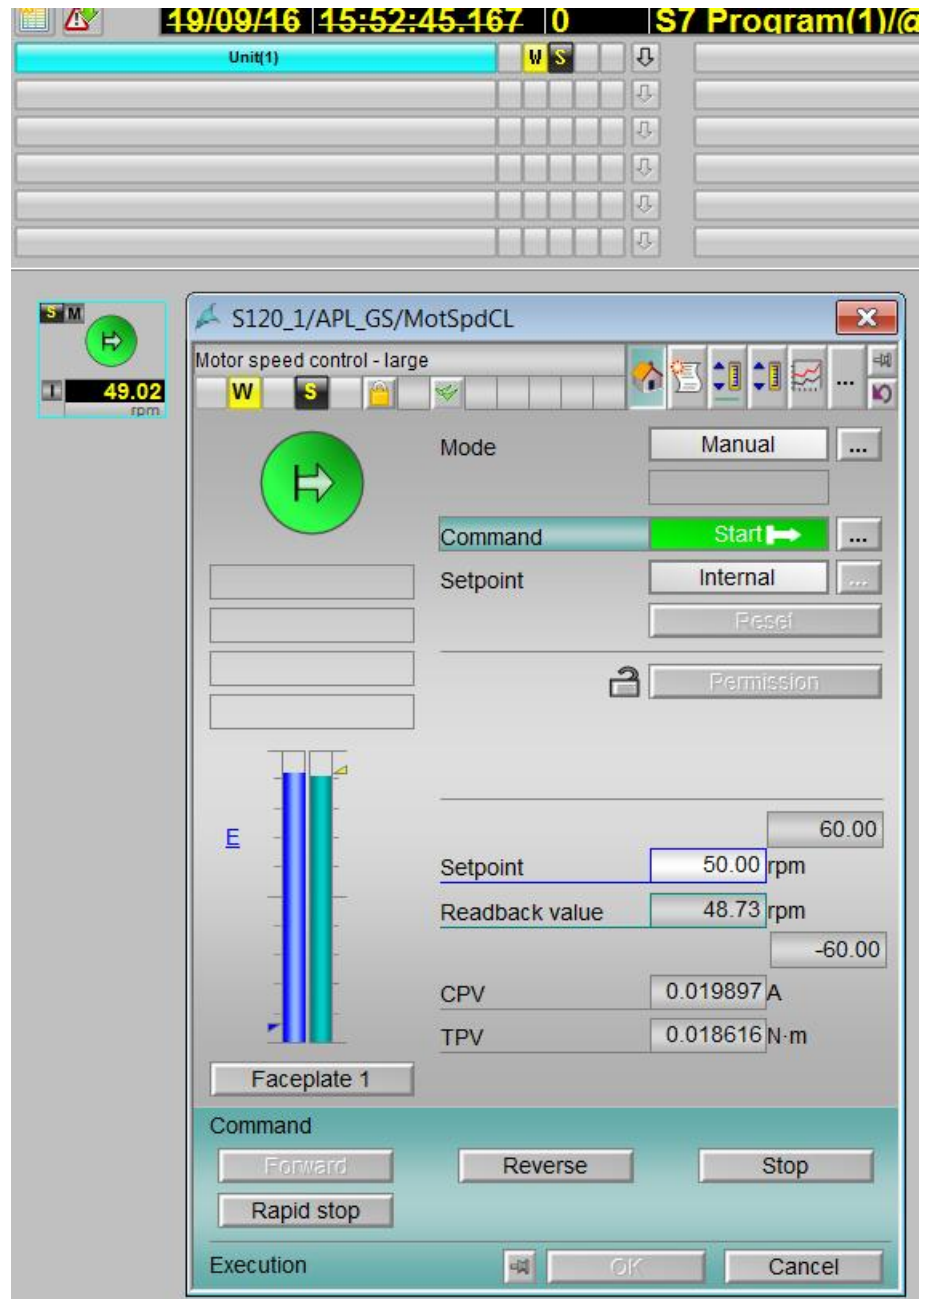

图 3-8 操作面板在线控制 S120
编译完成以后，可以在 SIMATIC Manager 组件视图下，双击 OS(1) 站点打开 WinCC Explorer，并选择 File 菜单下的 Activate 来打开 WinCC 操作画面。如果已经完成了项目下载，并且 OS 站与 S7-400H 已建立连接，那么可以直接在 OS 站上对 S120 进行监控，如图 3-8 所示。